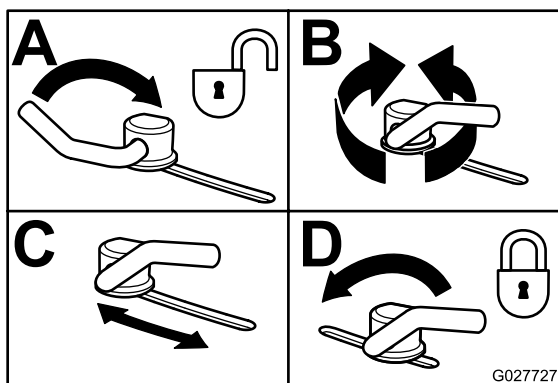

Figure 35
3. Pour régler les verrous à came, soulevez le levier pour desserrer le verrou (Figure 35).
5. Repoussez le levier à sa position d'origine pour serrer le déflecteur et les verrous (Figure 35).